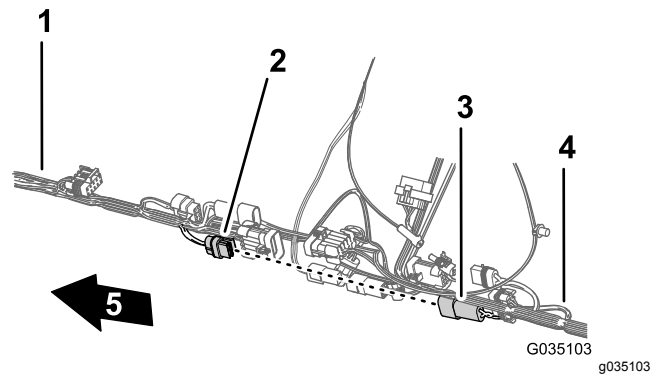

Bild 89
- 2-Buchsen-Stecker des hinteren Kabelbaums für die Spülpumpe (Bild 89).